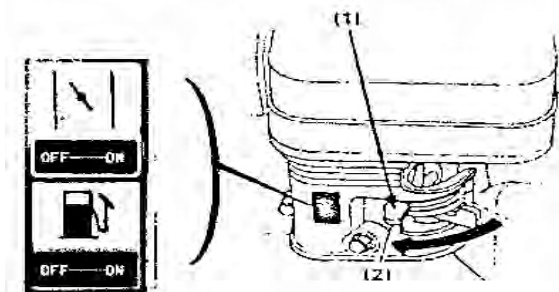

Рис.9
- Переместите топливный краник в положение «открыто» (ON) и убедитесь, что нет утечки топлива (см. рис.9).
- 2.Положение «открыто» (ON)
- Закройте воздушную заслонку (установите рычаг в положение «OFF») (см. рис.9).